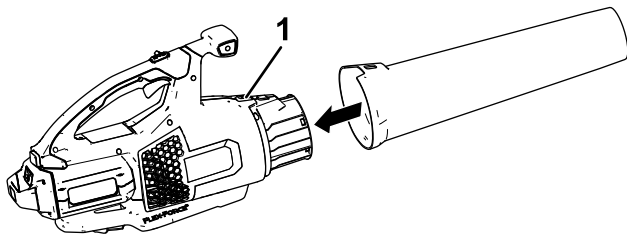

Figura 1
Deslice el tubo del soplador sobre la carcasa del soplador. Puede ser necesario presionar hacia abajo sobre el cierre del tubo para que el tubo del soplador encaje en su sitio (Figura 1).
3. Sujete la empuñadura e introduzca la batería en la empuñadura hasta que el cierre se bloquee en su sitio (Figura 1).